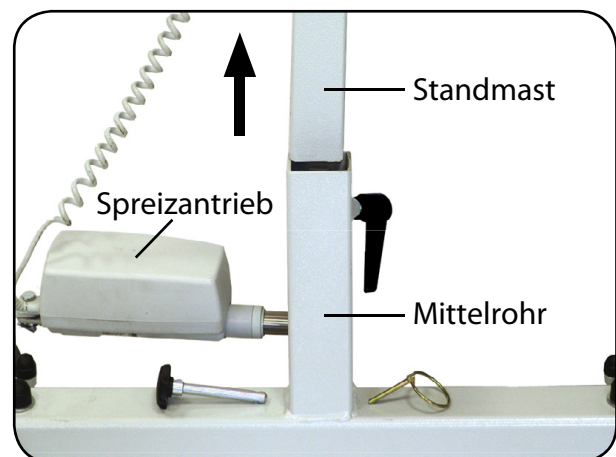

Abb. 8.7.03 – Standmast herausziehen
9. Ziehen Sie den Standmast aus dem Mittelrohr am Fahrgestell hervor und verstauen Sie ihn sicher in der Originalverpackung (Abbildung 8.7.03).